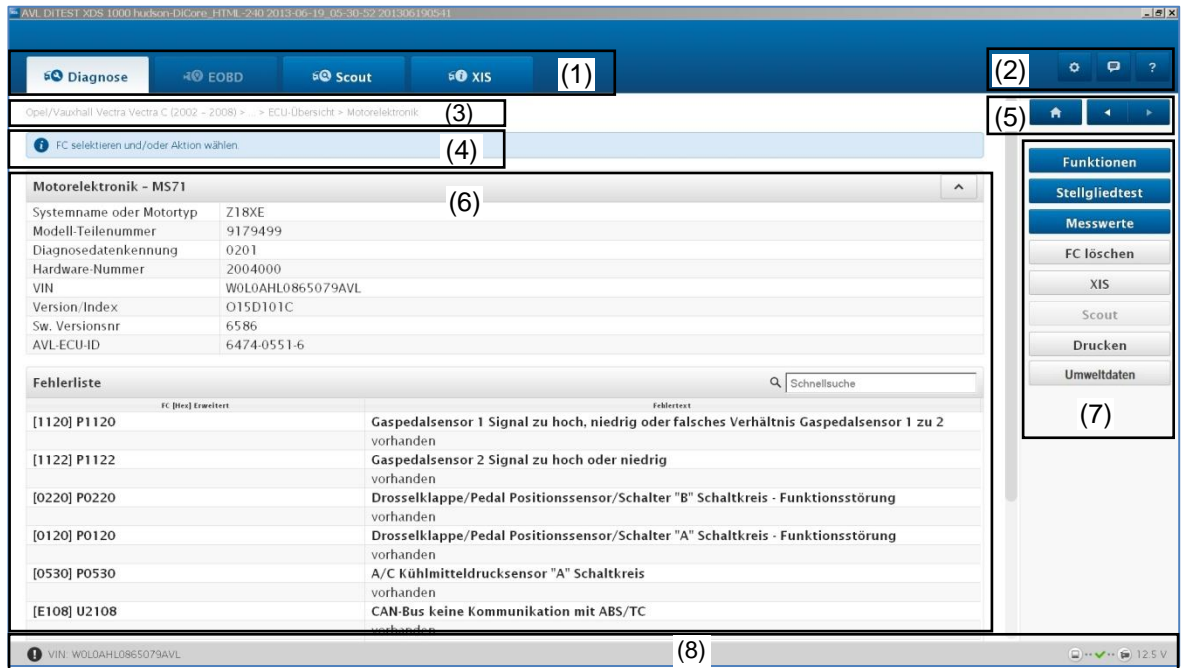

Abb. 1-3
Wird AVL DiTEST Scout im Bereich „*Navigation Arbeitsbereich*“ gestartet, siehe Abb. 1-3 (7), so werden die Fahrzeug-Identdaten und der ausgewählte Fehlercode automatisch an AVL DiTEST SCOUT übergeben.